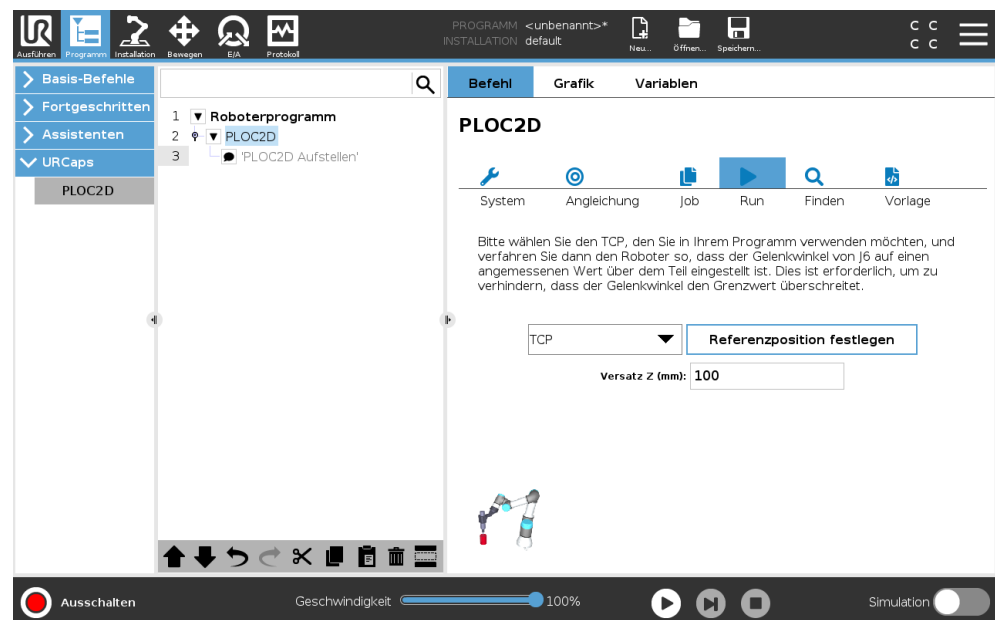

Abbildung 13: Konfiguration auf der Benutzeroberfläche des UR-Roboters ausführen
1. Wählen Sie in der Dropdownliste **TCP** das zu verwendende Werkzeug aus, siehe Abbildung 13, Seite 16.